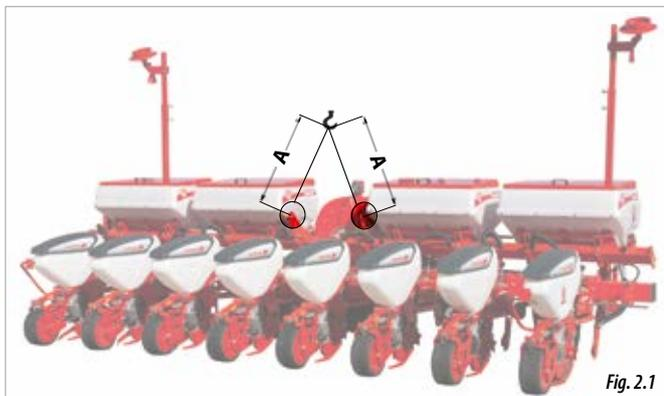

Fig. 2.1
- Versioni della macchina **FISSA, VARIANT MANUALE, TELESCOPICA, VARIANT e VARIANT IDRA**, il CARICAMENTO e lo SCARICAMENTO devono essere eseguiti mediante 2 punti (Fig. 2.1).
ATTENZIONE: RISPETTARE LE DISTANZE: **A** (2 METRI) PER EVITARE DI DANNEGGIARE LA MACCHINA DURANTE IL PROCESSO DI SOLLEVAMENTO (FIG. 2.1).